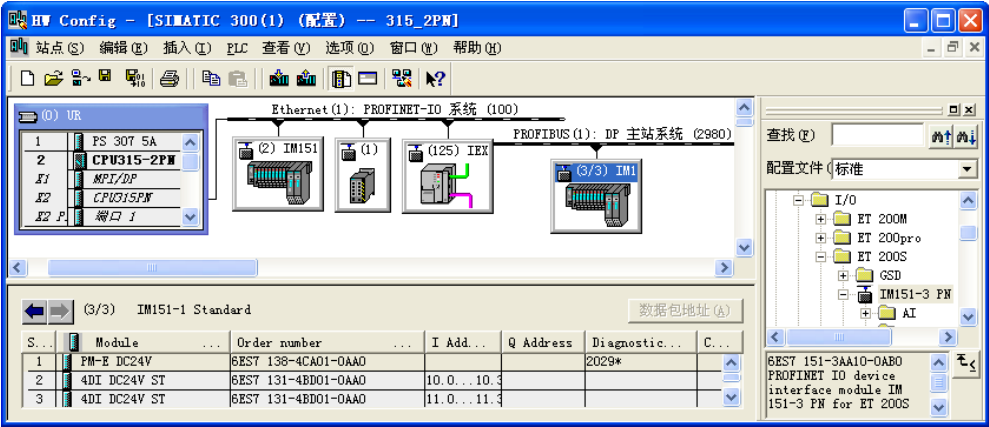

图 11-4 硬件与网络组态
2) 一块连接以太网和 PROFIBUS 的 IE/PB Link (IE/PB 链接器)，它作为 PROFINET IO 代理服务器 (Proxy)，同时又是 DP 主站。DP 网络上的 DP 从站为 ET 200S，接口模块的订货号为 IM 151-1AA04-0AB0，电源模块和 I/O 模块的详细信息见图 11-4。IM 151-1 不需要配 MMC 卡，用模块上的 DIP 开关设置从站地址。
在 STEP 7 管理器中创建一个名为“315_2PN”的项目 (见随书光盘中的同名例程)，生成一个 S7-300 站点。打开硬件组态工具 HW Config (见图 11-4)，将硬件目录中的导轨拖放到左边的组态窗口，将订货号为 315-2EH13-0AB0 的 CPU 315-2PN/DP 拖放到 2 号槽。
订货号为 IM 151-3AA10-0AB0 的接口模块 IM 151-3PN 拖放到以太网上（见图 11-4）。
打开 HW Config 右边的硬件目录窗口中的文件夹“\PROFINET IO\Gateway(网关)\IE/PB Link PN IO”，将其中订货号为 6GK1 411-5AB00 的 IE/PB Link 拖放到以太网上(见图 11-4)。点击自动打开的 PROFIBUS 接口属性对话框中的“新建”按钮，采用默认的参数，新建一条 PROFIBUS 网络。IE/PB Link 的 DP 站地址为 2，网络传输速率为 1.5 Mbit/s，配置文件为“DP”。点击“确定”按钮，返回 HW Config。可以看到自动生成了一个 DP 主站系统(见图 11-4)。